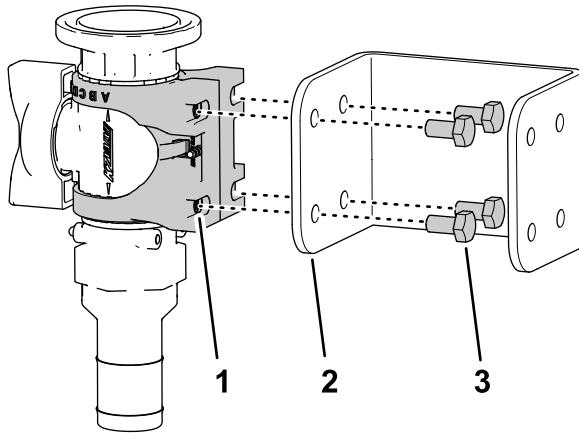

Figura 41
- Monte el soporte de la válvula en la escuadra de la válvula de control (Figura 41) usando los 4 pernos con arandela prensada (M6 x 12 mm) y 4 arandelas planas; apriete los pernos a 10-12 N·m.